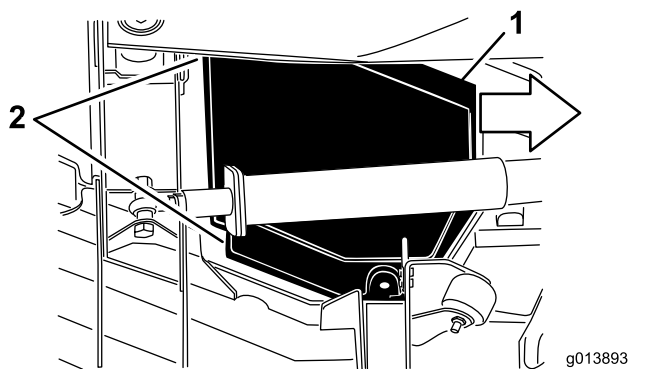

Рисунок 84
5. Подняв крышку, сдвиньте ее к тяговому блоку примерно на 2,5 см, чтобы отсоединить наружный край крышки от деки (**Рисунок 84**).